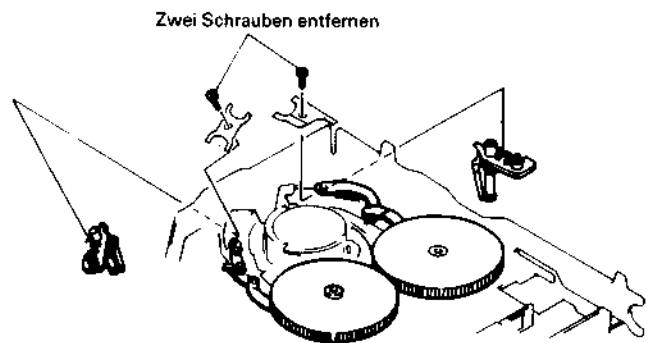

Abb. 2.98 Ausbau der Führungsrollen-Grundplatte
Ausbau der Führungsrollen-Grundplatte (Abb. 2.98)
7. Die zwei (2) Befestigungsschrauben der Begrenzungsplatte und der Führungsrollen-Grundplatte lösen (siehe Abb. 2.98).